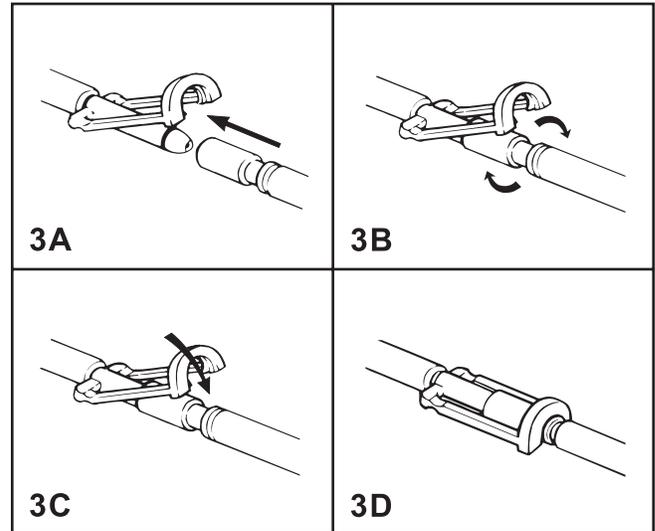

Figure 3—Connecteurs Clik-Tite®
Flexible attaché	Flexible double de 305 cm (10 ft). Les connecteurs permettent de raccorder les coussins à la pompe (voir fig. 3 et 4, p. 5).
1. Avant de remplir la pompe, attacher toujours un coussin au flexible de raccordement ou refermer les pinces aux extrémités du flexible (voir fig. 3 et 4, p. 5). Ensuite, déplier le coussin et le flexible. Ouvrir les pinces de flexible.
2. L'anneau de blocage du connecteur Clik-Tite n'est pas complètement abaissé (voir fig. 3).	Fermer l'anneau de blocage du Clik-Tite.